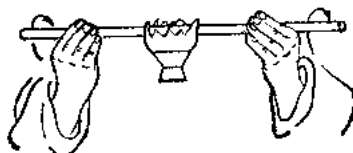

图 3
2. 把玻璃管拉细，抽成尖嘴。办法是用两手握住玻璃管的两端，手心相对，同时把两肘搁在桌面上。当玻璃管在酒精灯焰(最好套上如图2所示的金属片弯成的扩焰器)里加热时，两手要不停地以同一速度转动玻璃管(图3)，使受热的一段(约40~50毫米)变红。等受热一段玻璃管软到稍显凹形时，就把玻璃管移离火焰，但两肘在原处不动，以保证两手平稳动作，那